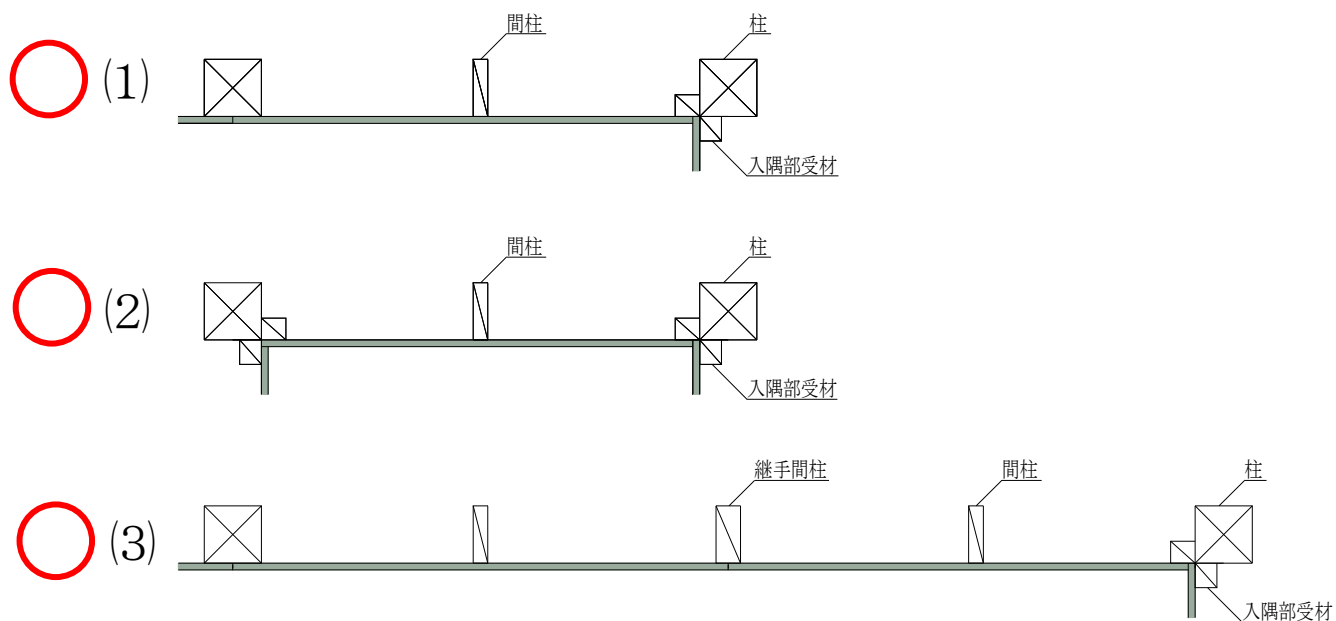

図8 入隅部の納まり図①
- ・1つの耐力壁について、(1)片側に入隅部がある場合、(2)両側に入隅部がある場合のいずれも耐力壁（2.8倍）とできます（図8）。尚、入隅部面材の勝ち負けおよび1P・2Pは問いません（例：(3)）。